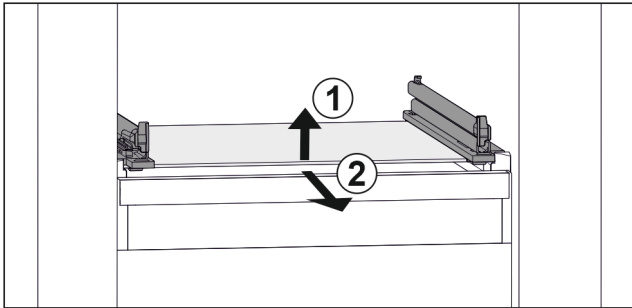

Fig. 108 Beispielhafte Darstellung der Glasplatte
- Glasplatte vorne anheben. Fig. 108 (1)
- Glasplatte nach vorne entnehmen. Fig. 108 (2)